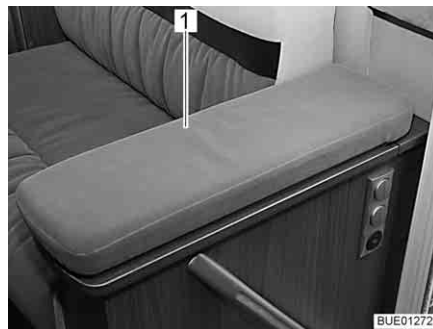
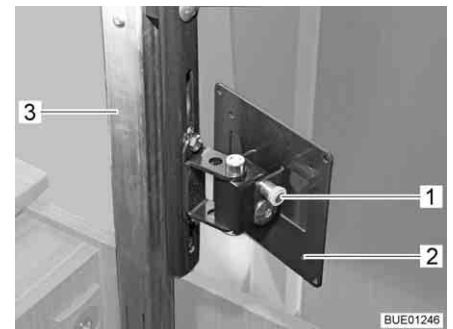

Fig. 66 Compartimento para televisão
Fig. 67 Mecanismo de elevação
- No meio, empurre ligeiramente para baixo a cobertura (Fig. 66,1) do compartimento para a televisão. A coluna do expansor (Fig. 67,3) é destravada e desloca-se para cima.
- Puxe para fora o botão de destravar (Fig. 67,1) e mova o suporte (Fig. 67,2) com o ecrã plano para a posição pretendida.
- Rode o ecrã plano para trás, para a posição inicial, até o suporte (Fig. 67,2) encaixar no dispositivo de bloqueio.
- No meio, empurre a cobertura (Fig. 66,1) para baixo, contra a resistência da coluna do expansor (Fig. 67,3) até o dispositivo de bloqueio encaixar.